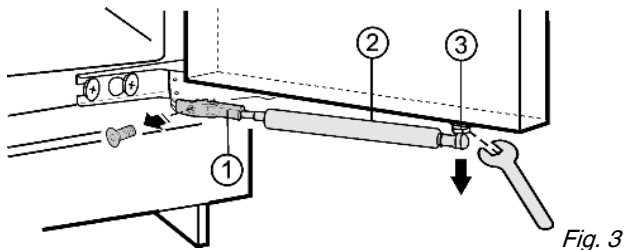

Fig. 3
- ▶ Dévisser le support Fig. 3 (1).
- ▶ Dévisser le pivot à rotule Fig. 3 (3) ensemble avec l'amortisseur de fermeture Fig. 3 (2) de la porte et le mettre de côté.